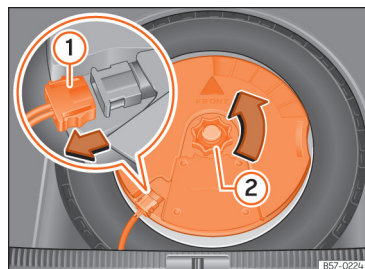

Fig. 185 Na bagageira: desmontar o subwoofer.
- Desligue o cabo do altifalante subwoofer »» Fig. 185 ①.
- Rode a rodinha de fixação no sentido contrário ao dos ponteiros do relógio »» Fig. 185 ②.